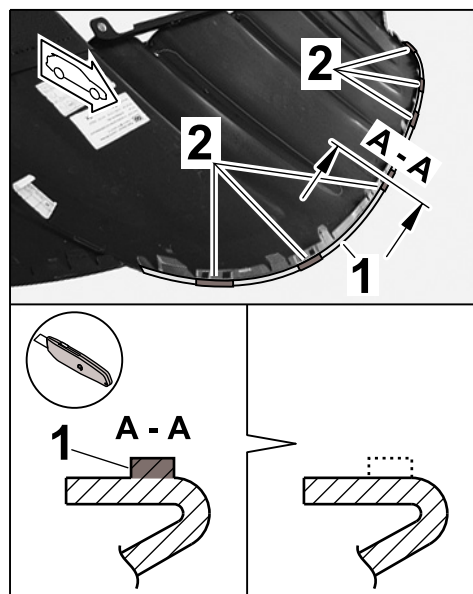

Рис. 3
- 1.6.1 Обрезать ребро по периметру ($\Rightarrow$ Рис. 3 -1-) на переднем спойлере (верхняя сторона, передняя кромка) в области 6 монтажных точек ($\Rightarrow$ Рис. 3 -2-) с помощью ножа ($\Rightarrow$ Рис. 3).